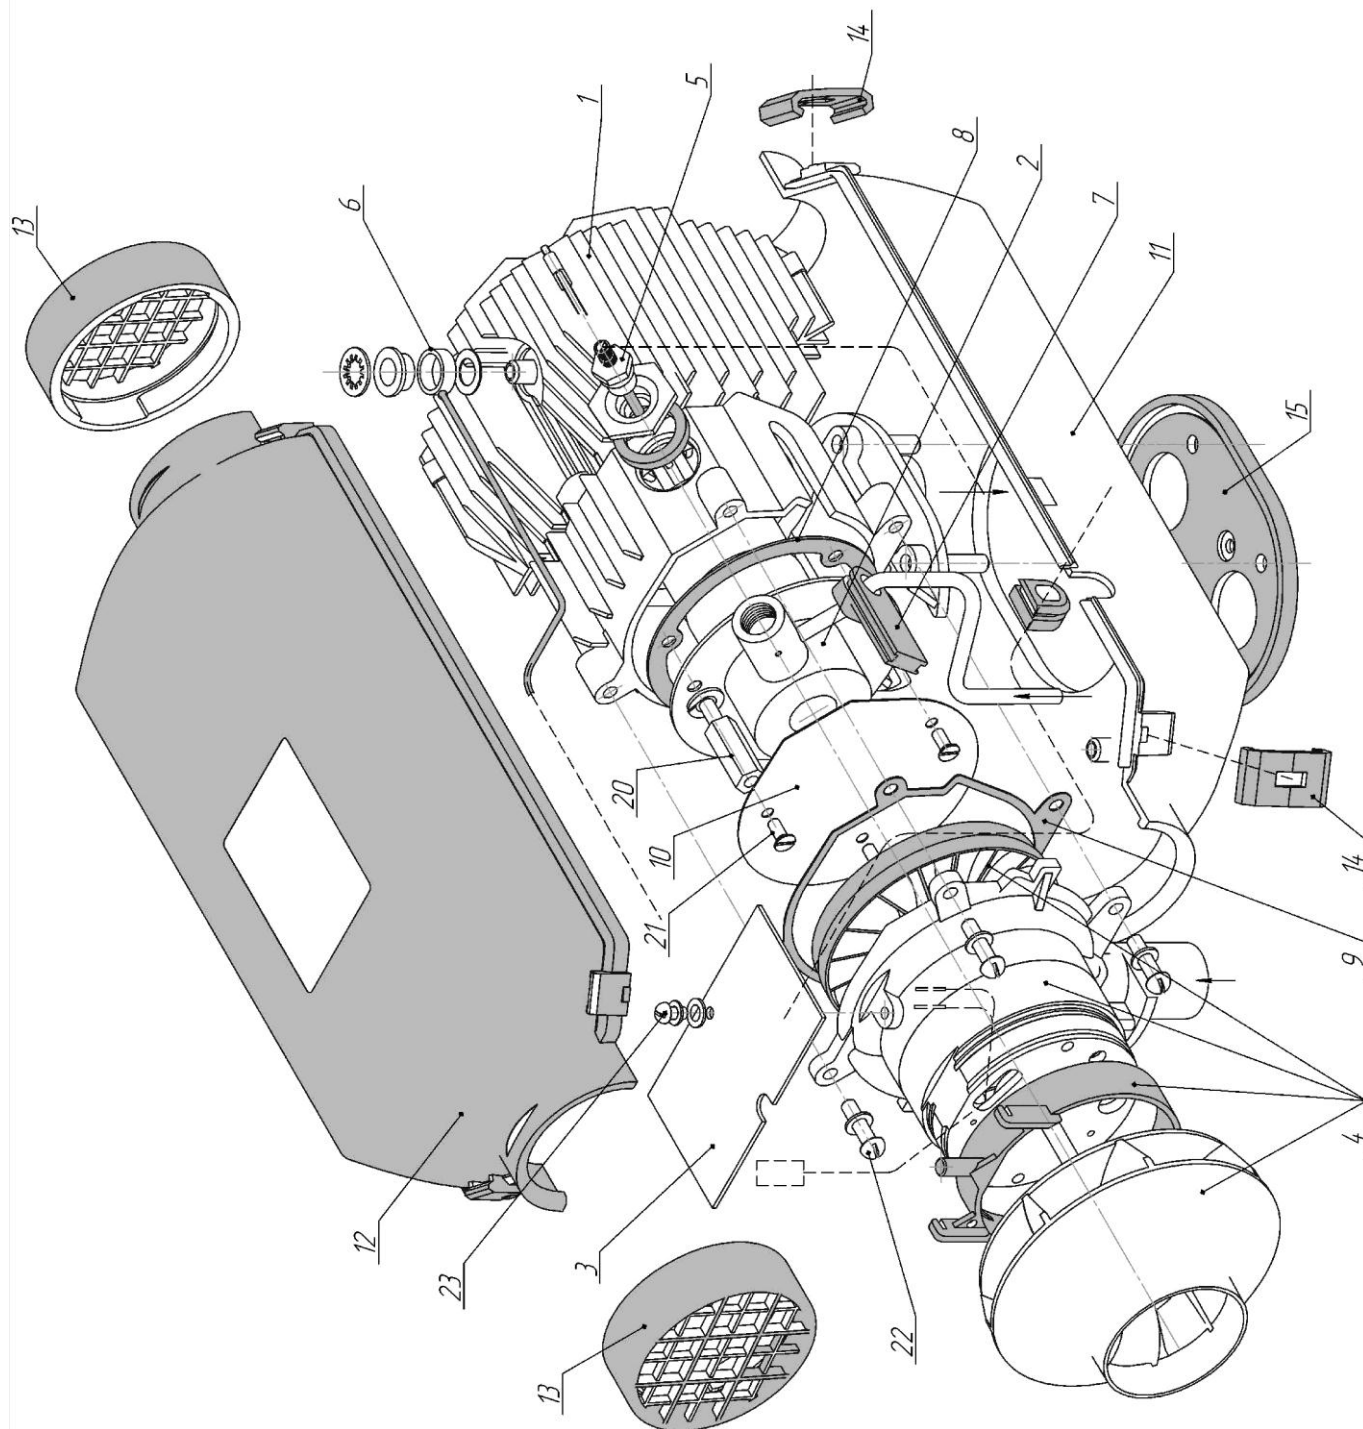

Рис.1- Составные части нагревателя
Составные части нагревателя (рис.1) показаны в каталоге деталей и сборочных единиц (КДС). Отопители PLANAR-2D-12 и PLANAR-2D-24 отличаются друг от друга блоком управления, топливным насосом и нагнетателем воздуха. Для замены и проверки годности составных частей нагревателя необходимо частично разобрать нагреватель. **Частичная разборка нагревателя допускается и на автомобиле, если при этом есть доступ к демонтажу верхнего кожуха.**
- отвернуть винт крепления блока управления (позиция 23, рис.1), снять блок управления;
- отвернуть винты крепления нагнетателя воздуха к теплообменнику (позиция 22, рис.1);
- отвернуть винт крепления БУ к НВ (позиция 23, рис.1);